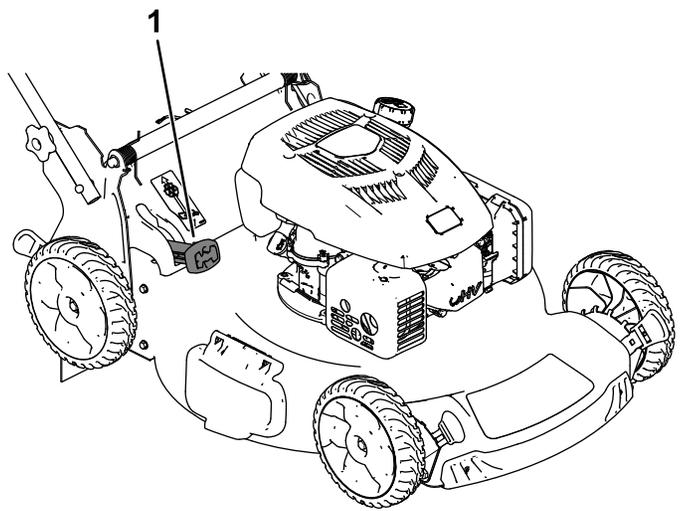

Figure 24
- **Pour ramasser les déchets d'herbe et de feuilles**, appuyez sur le bouton du levier de ramassage sur demande et déplacez le levier complètement en avant jusqu'à ce que le bouton ressorte (Figure 24).